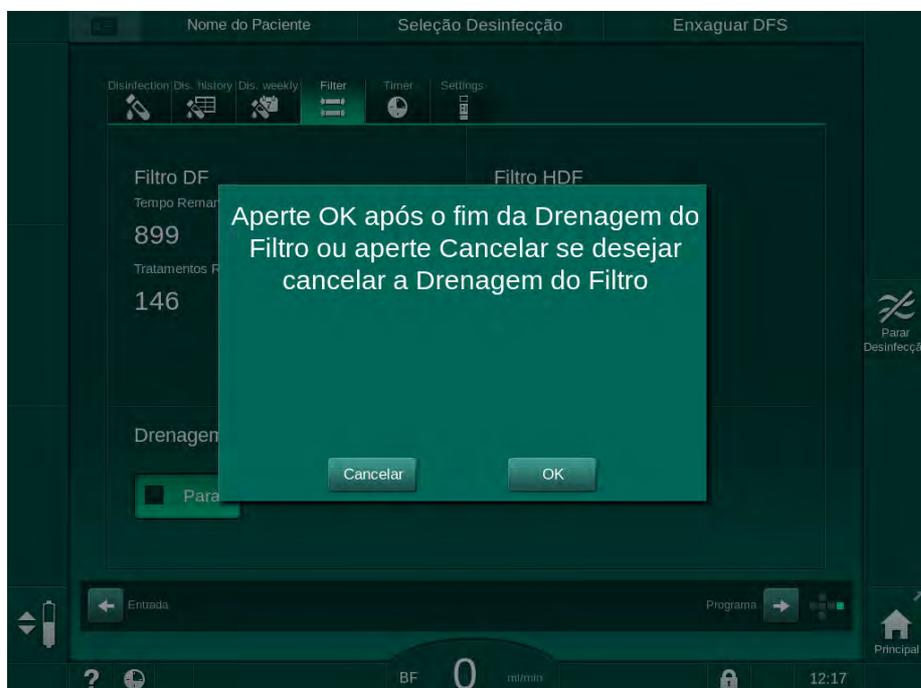

Fig. 7-3 Janela de confirmação de troca do filtro
14. Toque em *OK* na janela de confirmação de troca de filtro (Fig. 7-3) para confirmar que os filtros foram trocados.
16. Verifique os vãos na tomada da máquina quanto a fluidos residuais emergidos e limpe-a se necessário (veja Limpeza da Tomada com Reentrâncias e Sensor de Escoamento (200)).